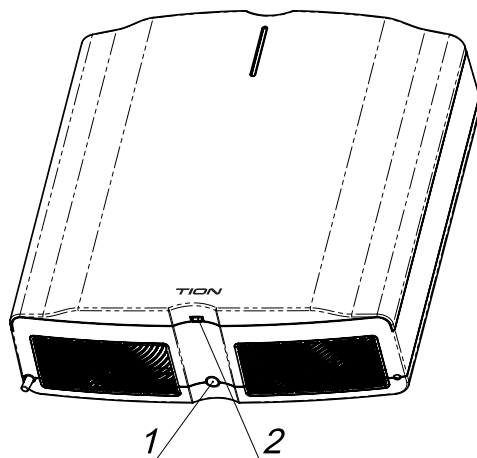
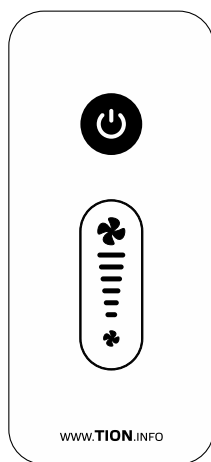
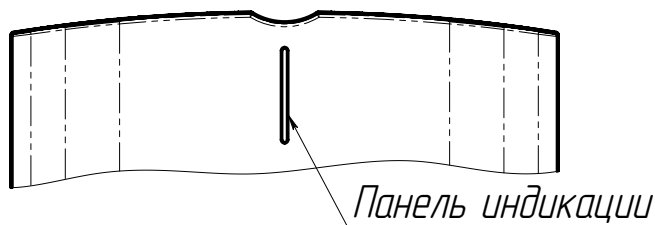
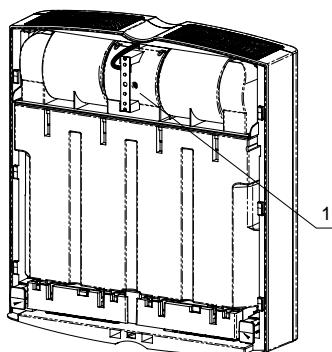

Рисунок 3. Органы управления на нижней панели
Рисунок 4. Пульт дистанционного управления
Рисунок 5. Панель индикации
Рисунок 5.1. Расположение переключателя режима яркости подсветки
Отключите очиститель-обеззараживатель воздуха от электрической сети и обратитесь в полномочный сервисный центр, если панель индикации (рисунок 5) загорелась желтым светом и невозможно самостоятельно устранить неисправность (смотрите раздел 9), или в следующих случаях:
При нажатии кнопки включения (рисунок 3 поз. 1) нижняя половина панели индикации (рисунок 5) загорится синим светом, очиститель-обеззараживатель начнет работать на производительности 100 м³/час. Для выключения прибора повторно нажмите кнопку включения (рисунок 3 поз. 1).
Кнопки  и  (рисунок 4) регулируют производительность очистителя-обеззараживателя, при этом на панели индикации (рисунок 5) изменяется длина полосы синего света (при производительности 150 м³/час светится вся панель индикации).
Нажатие кнопки  ПДУ (рисунок 4) отключает очиститель-обеззараживатель и переводит его в режим ожидания, при этом нижняя половина панели индикации (рисунок 5) мигает синим светом. Повторное нажатие кнопки  ПДУ включает очиститель-обеззараживатель на ту же производительность, на которой он был остановлен; при этом панель индикации (рисунок 5) горит синим светом.
Контроль состояния очистителя-обеззараживателя осуществляется с помощью панели индикации, расположенной на лицевой стороне (рисунок 5).
Панель индикации (рисунок 5) синим светом отображает режим работы прибора (см. п. 4.3). Плата индикации прибора имеет два режима яркости. Переключатель режима яркости подсветки находится на плате индикации (рисунок 5.1, поз. 1).
ВНИМАНИЕ! Выключите очиститель-обеззараживатель, нажав кнопку включения (рисунок 3, поз. 1), и подождите 5 минут, после чего обесточьте его (выньте вилку из розетки).
1. Снимите крышку (рисунок 1, поз. 2), сдвинув ее вертикально вверх до упора (в нижней части панели имеется фиксатор (рисунок 3, поз. 2), который необходимо потянуть на себя).